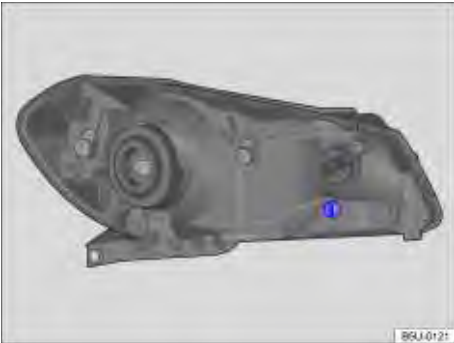
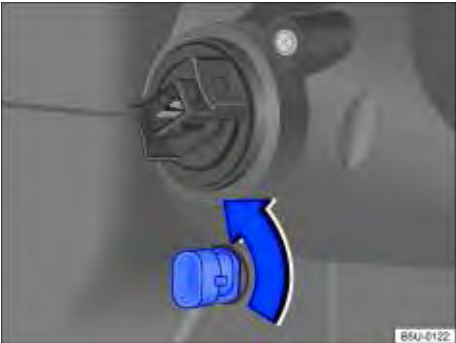

Fig. 172 No compartimento do motor: localização da lâmpada incandescente da luz de posição.
Fig. 173 Soquete da lâmpada incandescente da luz de posição.
4.	Girar o soquete da lâmpada ⇒ Fig. 172, no sentido da seta ⇒ Fig. 173, e desencaixá-lo do alojamento.
9.	Pressionar o soquete até o batente e girar no sentido contrário ao da seta ⇒ Fig. 173.